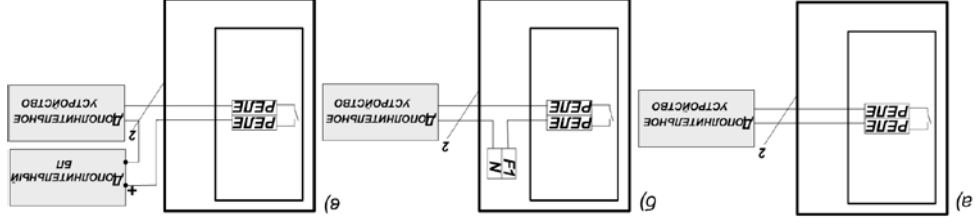

Рис. 1
Электрический монтаж рекомендуется выполнять согласно Рис. 1 Приложения Б в приведенной ниже последовательности:
2.2.5 Подключить дополнительное устройство (пульт централизованного наблюдения (ПЦН), сигнальное табло, световая звуковой оповещатель и т.п.) соответственно к клеммам «PE-ІПН». Варианты подключения дополнительных устройств к релеиному выходу пульты «Сигнал-6» приведены на Рис. 1